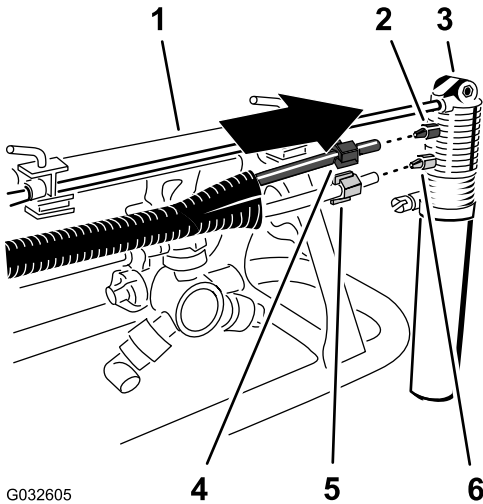

Figura 28
1. Passe a porca de compressão azul pelas extremidades do tubo azul e a porca de compressão branca pelo tubo transparente (Figura 28).
2. Alinhe a extremidade do tubo transparente com a porca de compressão branca com a união branca do bico do marcador de espuma e aperte a porca de compressão à mão (Figura 28).
3. Alinhe a extremidade do tubo azul com a porca de compressão azul com a união azul do bico do marcador de espuma e aperte a porca de compressão à mão (Figura 28).